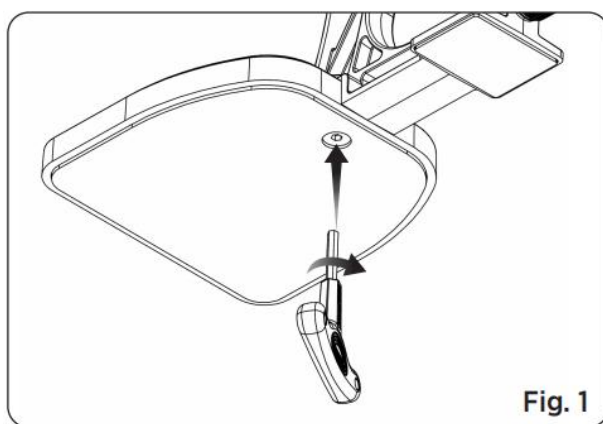

Fig. 1
1. Alinee los tornillos de montaje anticaída con el agujero de montaje y use la llave para apretar firmemente la base de afilado al soporte principal (ver Fig. 1).